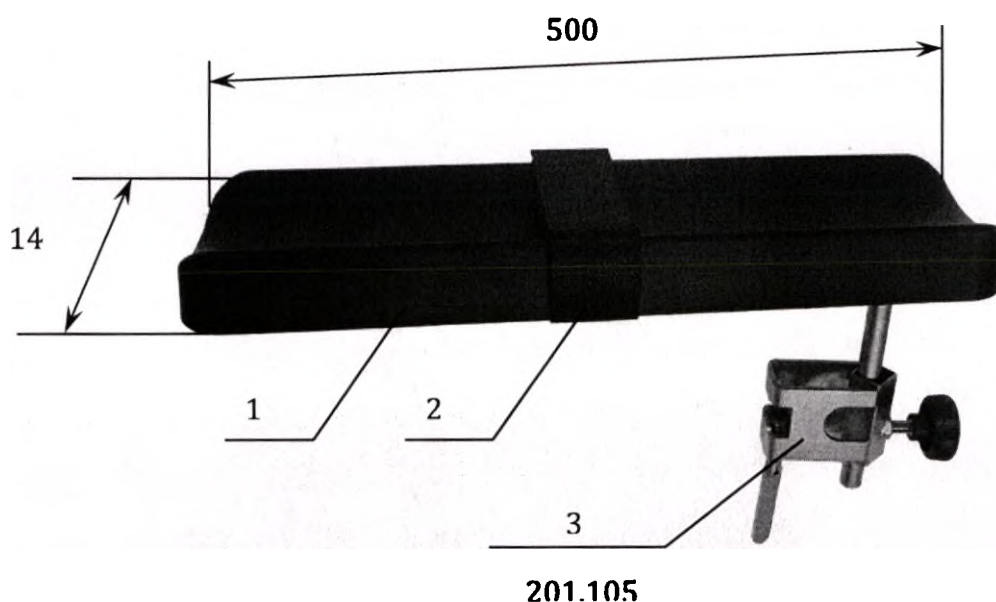

Рисунок 3. Столик для инъекций.
3. Столик для инъекций (опора для руки) (Рисунок 3).Профилированное ложе 1 из литого пенополиуретана, нержавеющие монтажные элементы. Регулируется по высоте и поворачивается вокруг вертикальной оси. Рентгенопрозрачен. Оснащен зажимом 201.105 и фиксирующим ремнем. Максимальная допустимая нагрузка – 15 кг.